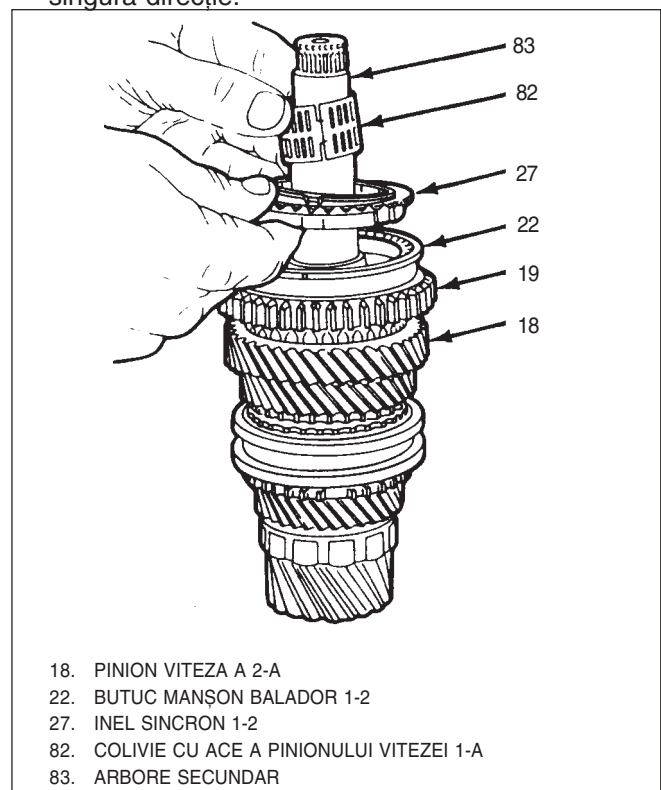

Fig. 22 Demontare colivie cu ace pinion viteza 1-a
↔ Demontare sau deconectare(Fig 22 ÷ 27, 45, 46 și 50)
- 2) Inel sincronizator(27), siguranță(26) și șaibă(93), Fig 22.